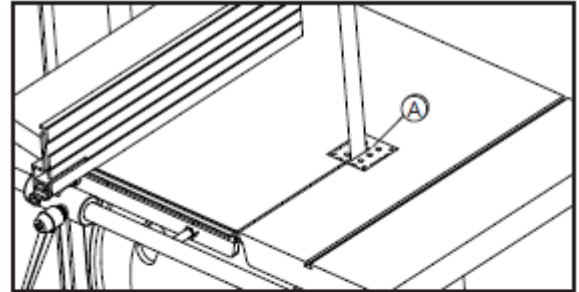

Fig.4.4.1
- Die Einlage (A) Fig.4.4.1 am Arbeitstisch herausnehmen.